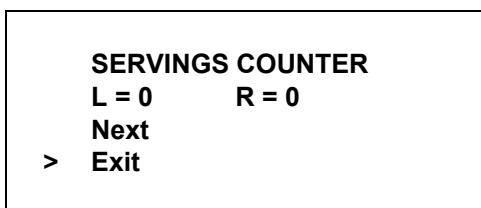

Рисунок 197
**Примечание:** после очистки машины щеткой СЧЕТЧИК ПОРЦИЙ будет автоматически устанавливаться на ноль. (См. рис. 197)